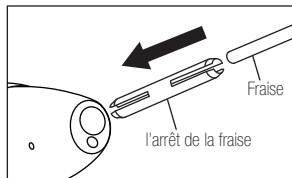

Fig. 2
- 2) Insérez l'arrêt de fraise fourni dans la griffe. (Fig. 2)